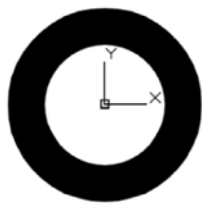

图 3-34 绘制圆环
- 5 指定另一个圆环的中心点,或者按〈Enter〉键结束命令。在本例中,按〈Enter〉键结束命令,绘制的一个圆环如图3-34所示。